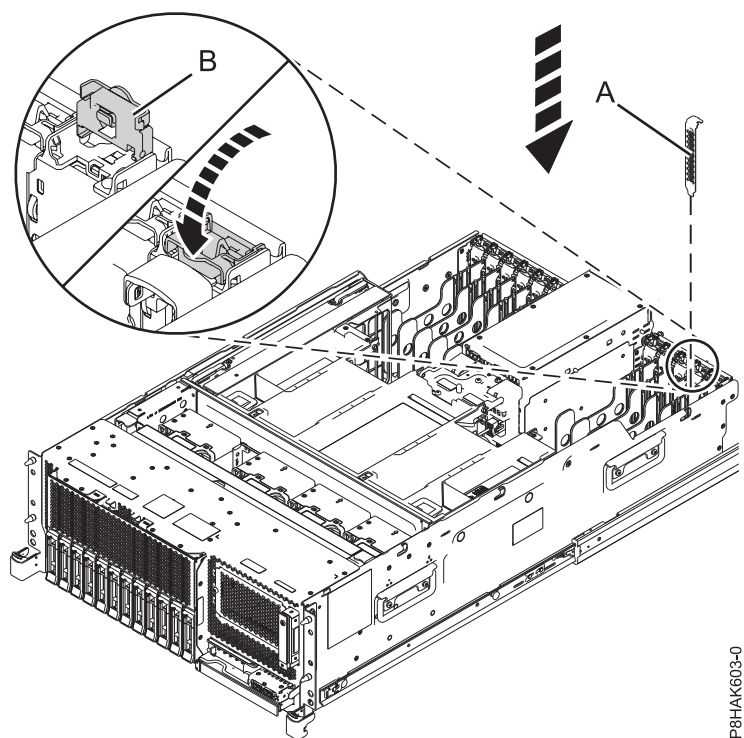
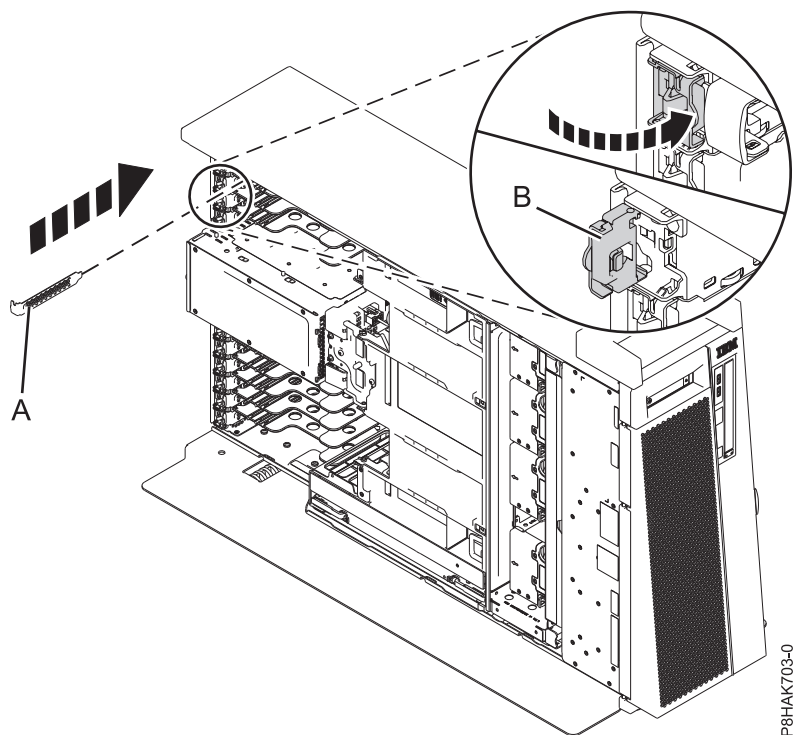

Figura 72. Instal·lació d'un panell de reblliment en una ranura d'un adaptador PCIe en un sistema muntar en bastidor.
Figura 73. Instal·lació d'un panell de reblliment en una ranura d'un adaptador PCIe en un autònom sistema 8286-41A
- a. Agafeu amb compte la contrapunta del panell de rebliment i alineu-lo amb la ranura i el connector de la placa posterior del sistema, tal com es mostra a la Figura 72 a la pàgina 81 i a la Figura 73 a la pàgina 81.